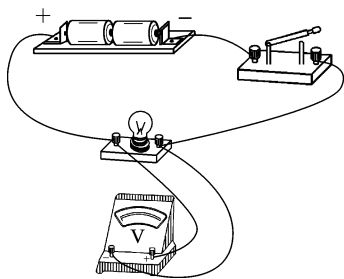
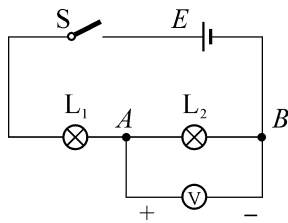

图 2-3-6 直流电压表的连接
图 2-3-7 直流电压的测量
(1) 测量电压:测量电压时,如图 2-3-6 所示,电压表要与待测电压的灯泡并联。测量图 2-3-7 电路中 AB 两点间的电压 U_{AB} 时,则应将电压表的“+”接线端与电压参照方向的“+”端(A 端)相接,电压表的“-”接线端与电压参照方向的“-”端(B 端)相接,如果指针正偏,说明实际方向与参考方向相同;如果指针反偏说明实际方向与测量方向相反,将两个接线柱对调进行测量。